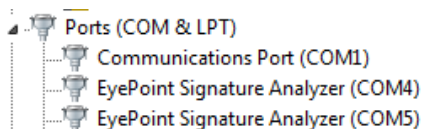

Рисунок 2. Отображение устройств после установки драйвера
8. После установки драйвера в разделе устройств "Порты (COM и LPT)" должны появиться два устройства EyePoint Signature Analyser (рисунок 2), номера COM портов могут отличаться.